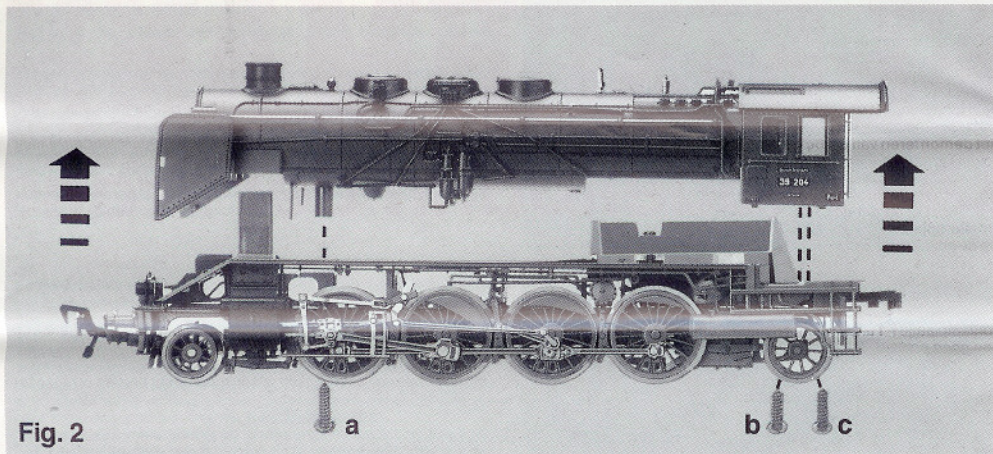

Fig. 2
Öffnen der Lok ist nur zum Lampenwechsel erforderlich. Die Schrauben **a**, **b** und **c** entfernen. Lokgehäuse senkrecht nach oben abnehmen (Fig. 2).
The opening the loco is only necessary to change the bulb. Remove screws **a**, **b** and **c**. Lift the loco body upwards (fig. 2).
La locomotive ne doit être ouverte que pour le remplacement de l'ampoule. Dévisser les vis **a**, **b** et **c**. Retirer la carrosserie en tirant vers le haut (fig. 2).
Het demonteren van de loc is alleen voor het verwisselen van het lampje noodzakelijk. Schroeven a, b en c losdraaien. Lochuis loodrecht naar boven losnemen (fig. 2).
**Att öppna loket** fordras endast för byte av glödlampa. Avlägsna skruvarna a, b och c. Ta av kåpan lodrätt uppåt (fig. 2).
**L'apertura della locomotiva si richiede solo per il cambio delle lampade.** Rimuovere le a, b e c. Sfilare il mantello verticalmente verso l'alto (fig. 2).